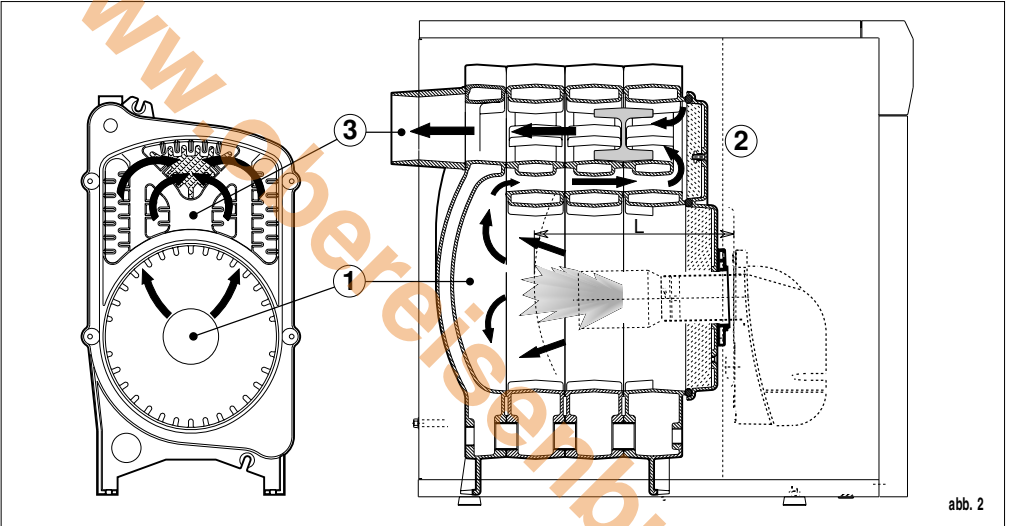

abb. 2
Abbildung 2 zeigt den Weg des Rauchgases von der Brennkammer (1) über die Zwischenkammer (2) zum Abgassammler (3).